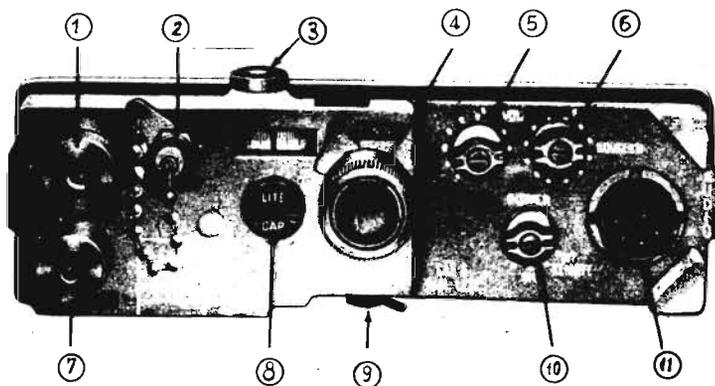

FIG. 4 - Pannello di comando.
c. Se i circuiti accordati di radiofrequenza e dell'oscillatore del ricevitore, vengono leggermente variati a mezzo del comando « TUNING » (fig. 4), è possibile ottenere nel microtelefono un battimento zero.